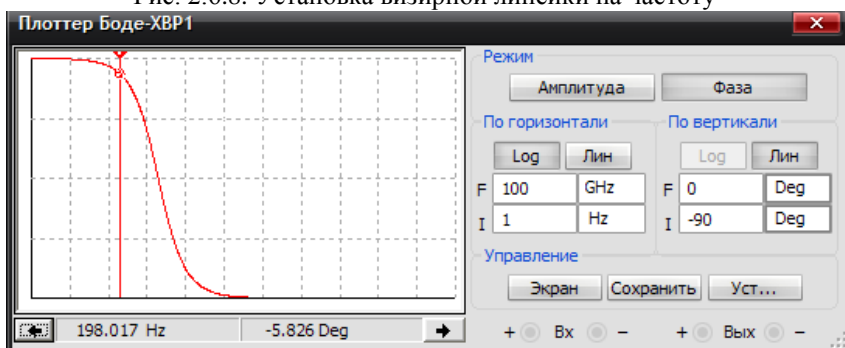

Рис. 2.6.9. Измерение фазы
18. Переведите прибор в режим измерения фазы и запишите результат φ (рис. 2.6.9).